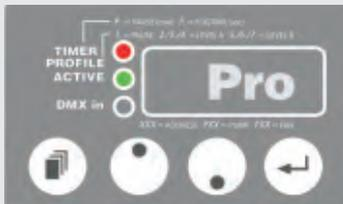

Abb. 5: Profile Modus
- Mode-Taste [13]:** Betätigen bis Pro auf Display erscheint (s. Abb. 5)